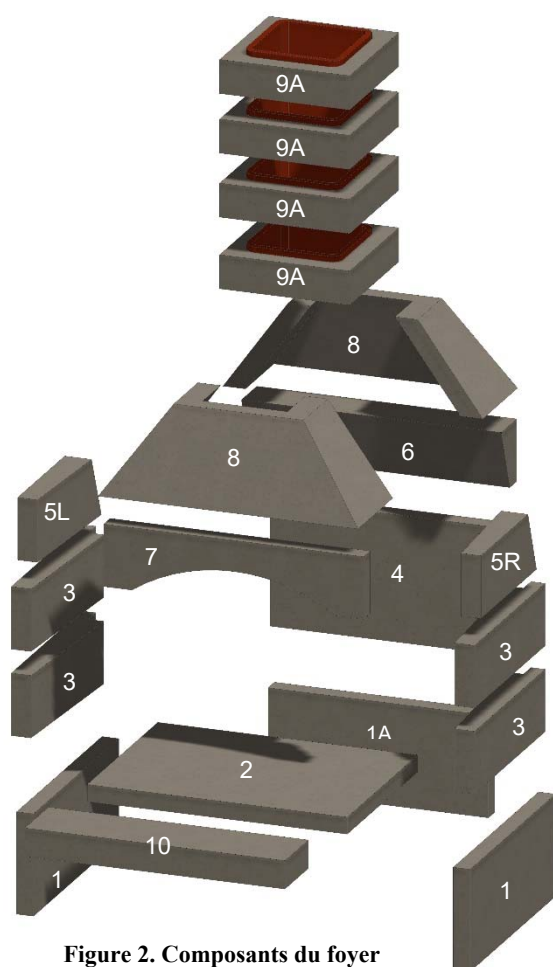
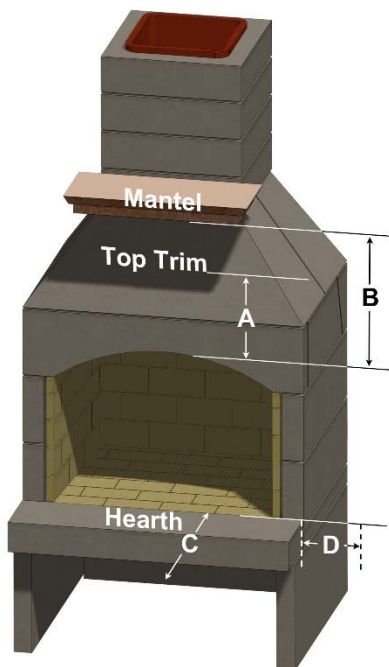

Figure 2. Composants du foyer
Figure 3. Dégagements (utiliser avec le tableau 2)
Le foyer est livré en kit avec tous les composants nécessaires pour compléter l'installation. La disposition des composants est illustrée à la Figure 2. Les composants sont énumérés dans le Tableau 1. Les spécifications et les dimensions d'installation sont indiquées dans le Tableau 2.
- A. Les éléments du foyer illustrés à la figure 2 et énumérés au tableau 1.
Tableau 2: Dégagements (voir Figure 3)
Remarque 5: Les revêtements en argile installés dans la section du conduit de fumée (article 9A, Figure 2) sont conformes aux spécifications de la section C315-02 de l'ASTM.
minimales, comme indiqué dans le tableau 2 et la Figure 3, peuvent être respectées. Procédez comme suit. Les chiffres entre () sont les numéros d'articles du Tableau 1 et de la Figure 2. Assurez-vous que la base sur laquelle le foyer sera installé est une fondation solide et de niveau et qu'elle est composée de matériaux incombustibles, comme le béton.
Si l'appareil doit être installé à l'intérieur, n'utilisez pas les pattes élévatrices (articles 1 et 1A, illustrés à la Figure 2 et au Tableau 1). Installez plutôt le foyer sur une base solide, comme un socle de ciment ou des blocs de béton. Deux rangées de blocs de 8 po de hauteur seront légèrement plus courtes que les pieds élévateurs de la trousse.